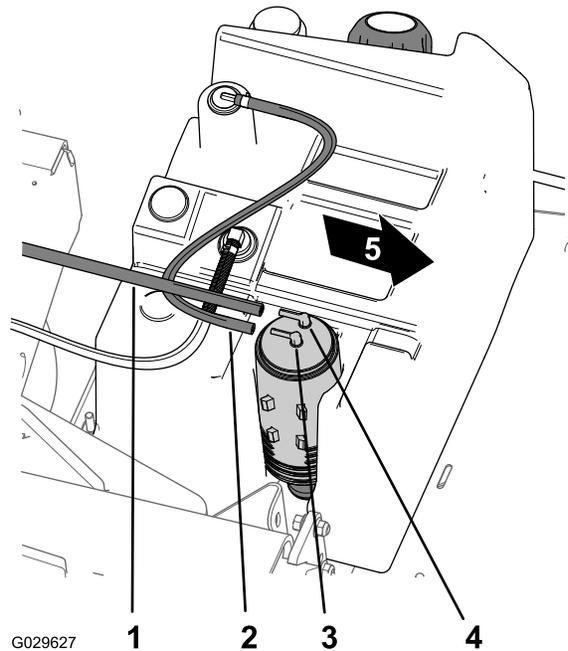

Figura 49
- Retire o tubo do depósito de combustível da união no recipiente de carbono assinalada Combustível (Figura 49).
- Retire o tubo de vácuo da união no recipiente de carbono assinalada Purga (Figura 49).
8. Monte o tubo de vácuo na união no recipiente de carbono assinalada Purga e o tubo do depósito de combustível na união assinalada Depósito de combustível (Figura 49).